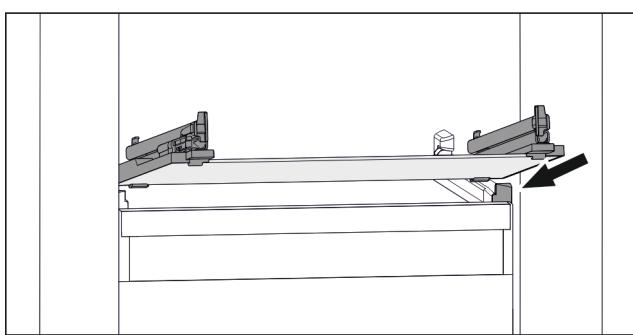

Fig. 98 Príklad zobrazenia sklenenej dosky
- Nasadte sklenenú dosku šikmo za zarážkami. (pozri Fig. 98)